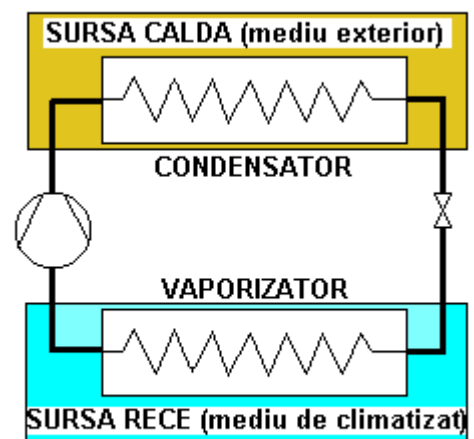

Fig. 5
D.5.1. EXPANSIUNE DIRECTA – cazul in care sursa rece (regim vara) sau calda (regim iarna) este aerul din interiorul camerelor pe care le climatizam, transferul de caldura facandu-se direct intre acesta si refrigerant prin intermediul vaporizatorului (vara) sau condensatorului (iarna). Vezi fig. 5 .